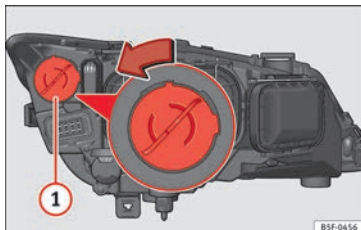

Bild 104 Dagsljuslampa
- Vrid lamphållaren » bild 104 ① till vänster och dra.